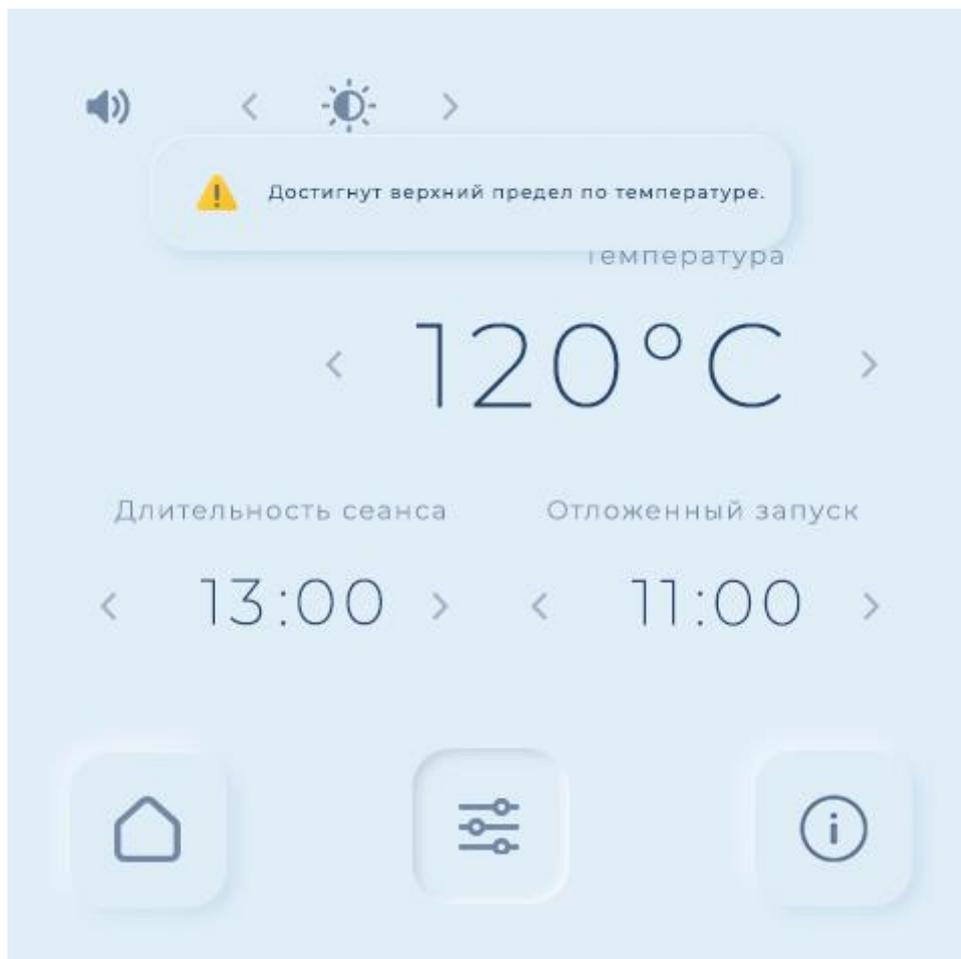

Рис. 38.: Взаимное расположение элементов интерфейса страницы “пользовательские настройки” во время настройки с уведомлением по ограничению температуры.
1. Произвести начальные настройки времени сеанса, времени отложенного старта, требуемой температуры в парном помещении на странице “пользовательские настройки”. ([Рис. 38.: Взаимное расположение элементов интерфейса страницы “пользовательские настройки” во время настройки с уведомлением по ограничению температуры](#)).